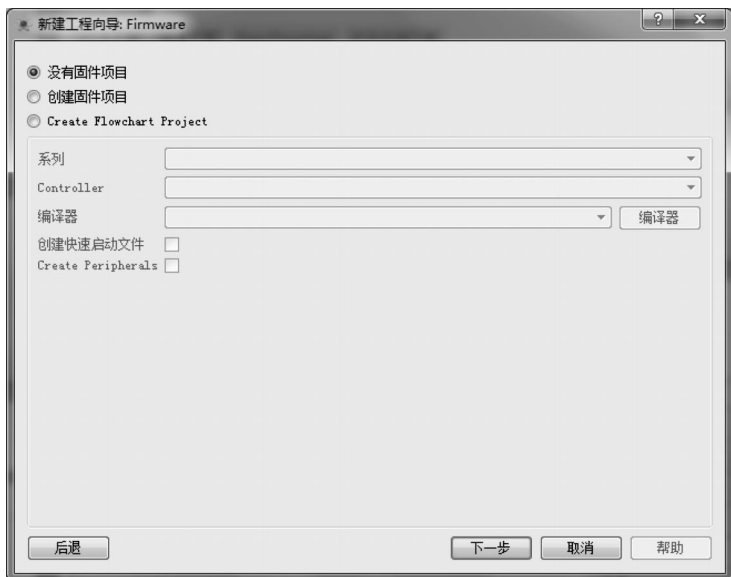
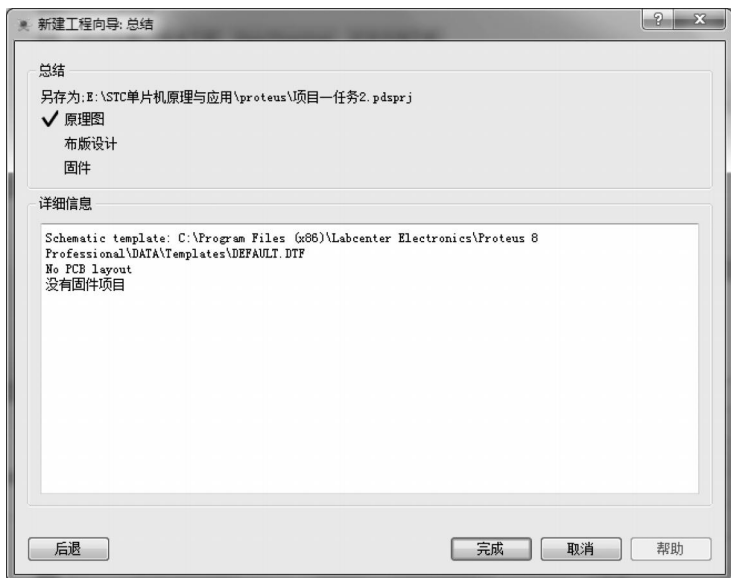
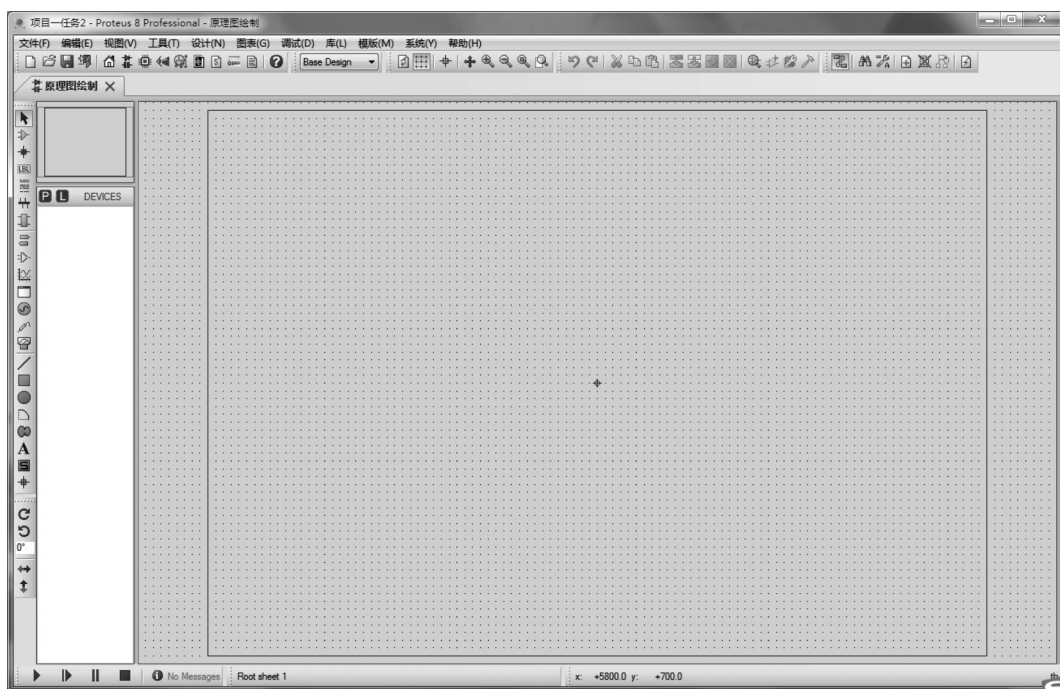

图 1-2-6 新建项目向导: 固件
图 1-2-7 新建项目向导: 总结
图 1-2-8 原理图绘制界面
(4)在图 1-2-5 中,单击“下一步”按钮,弹出“新建工程向导: Firmware”(固件)窗口,选择“没有固件项目”选项,如图 1-2-6 所示。当选择“创建固件项目”选项时,将可以选择“编译软件”内嵌到 Proteus 系统中,如 Keil C 集成开发环境,这样做的好处是将 Keil 的编辑、编译和调试功能与 Proteus 的仿真功能整合在一起。
(5)在图 1-2-6 中,单击“下一步”按钮,弹出“新建工程向导: 总结”窗口,如图 1-2-7 所示。核对新建工程信息,无误后单击“完成”按钮,即完成新建工程项目的流程,进入 Proteus 的原理图绘制界面,如图 1-2-8 所示。